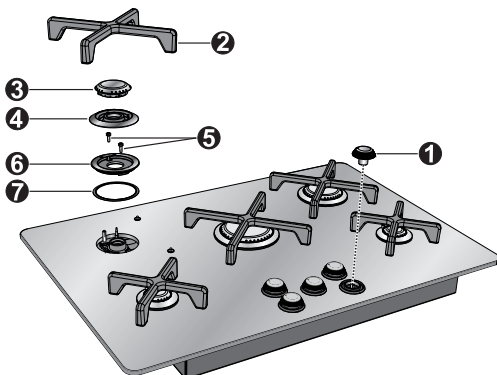
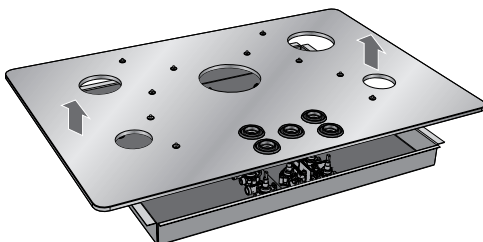

Рис. 1
Рис. 2
- Достаньте все ручки (1), вытягивая их вверх (Рис. 1);
- Снимите решетки (2), поднимая их вверх;
- Отвинтите 10 винтов (5), фиксирующих кольца (6) на конфорках; при выполнении данной операции достаньте прокладки, которые находятся под ними (7);
- после снятия всех описанных выше деталей поднимите поверхность для доступа к конфоркам и газовым кранам (Рис. 2)